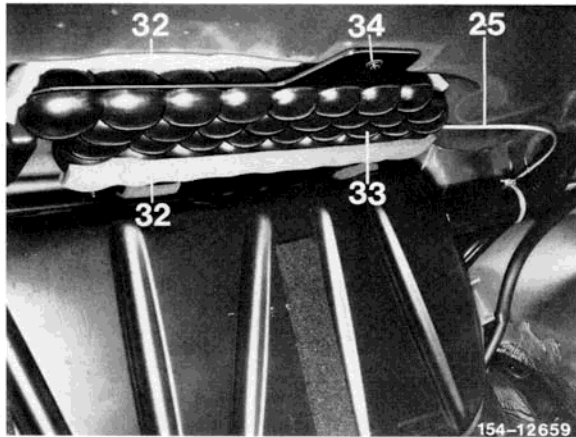

Bild 8
11 Unterdruckleitung (25) am Unterdruck-Vorratsbehälter (33) anschließen (Bild 8).
12 Unterdruck-Vorratsbehälter (33) nach Bild 8 mit der Spreizniete (34) montieren. Für die Spreizniete (34) ist ein Befestigungsloch mit 6,5 mm Durchmesser zu bohren.